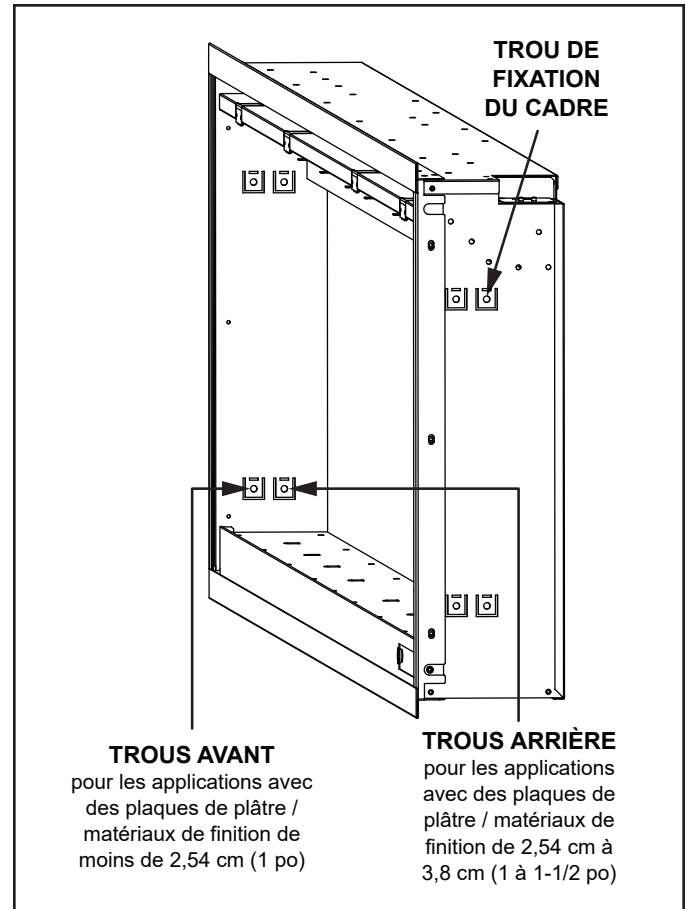

Figure 4.6 Emplacement des trous de fixation des cadres
6. Fixez l'appareil à la charpente à l'aide de quatre (4) vis à bois ST4X40 aux emplacements des trous de fixation à languettes de la charpente. Voir la figure 4.6.